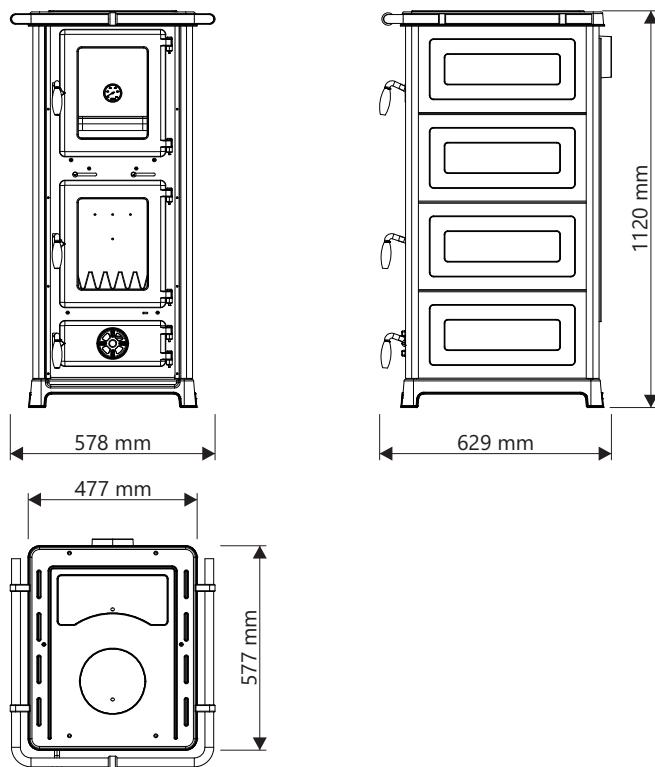

**Figure 1**
- La figure 1 représente l'aspect du poêle avec les pièces composantes indispensables à sa manipulation.
### Composants principaux du poêle (figure 1):
- laisser la porte du cendrier ouverte jusqu'à l'apparition d'une flamme stable, et après fermeture, régler l'intensité de combustion à l'aide du régulateur de courant d'air (figure 1 position 4)
- lors de l'ajout de combustible, n'ouvrir la porte de la chambre de combustion (figure 1, position 1) que de quelques degrés, attendre 4 à 5 secondes, puis l'ouvrir doucement. Ne pas ouvrir la porte brusquement, car lorsqu'il y a une forte flamme dans le foyer, elle peut se répandre vers la pièce.
En régulant le courant d'air dans le poêle, vous réglez la température, la puissance et la vitesse de combustion du combustible, et cela se fait en tournant le régulateur d'air primaire sur la porte du cendrier (figure 1, position 2).